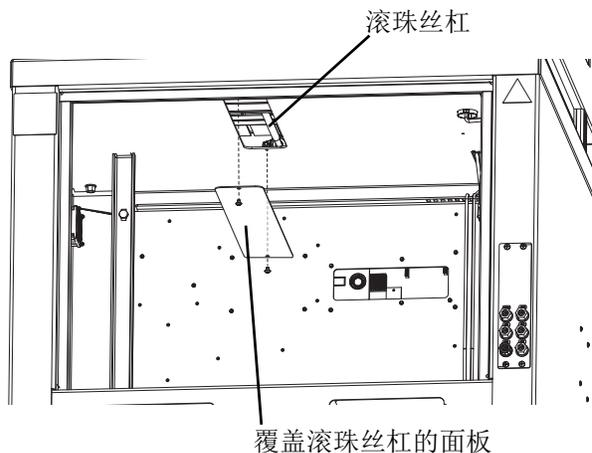

图 18: 拆下滚珠丝杠盖
注意：通过机器的后面、下面板访问滚珠丝杠。参见图 18。
4. 使用十字头螺丝刀从覆盖滚珠丝杠的小面板上卸下两颗螺丝。参见图 18。